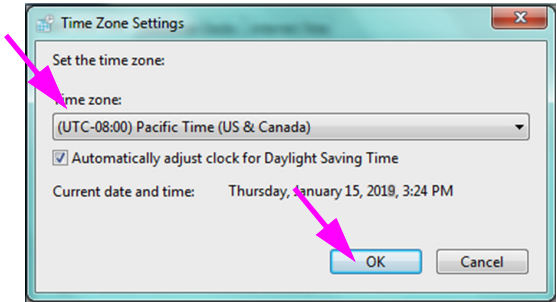

图 2-33. Time Zone Settings（时区设置）对话框
5. 单击 **Change Time Zone...**（更改时区...）按钮。出现 Time Zone Settings（时区设置）对话框。请参见图 2-33。